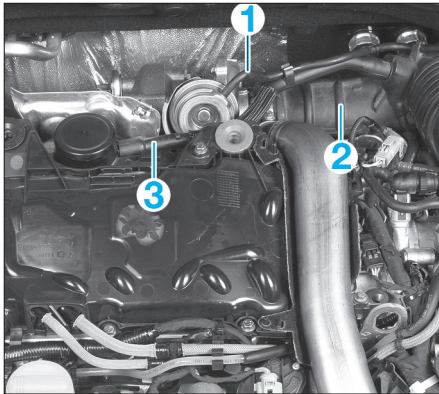

FIG. 51
- la durit (1) du régulateur de pression sur la capsule de commande (fig. 51).
- la durit (2) sur le turbocompresseur.
- la durit (3) sur le décanteur d'huile.